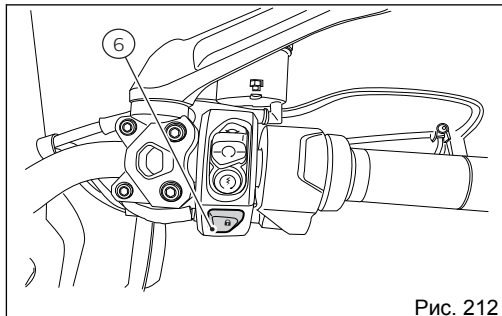

Рис. 212
Выключение возможно даже без ключа (3) или (4). Выключение происходит нажатием кнопки (6, Рис. 212) на руле или поворачиванием кнопки на блоке Hands free (1, , если скорость мотоцикла равна нулю. Если скорость иная, для выключения необходимо только нажать кнопку на блоке системы Hands free (1, .